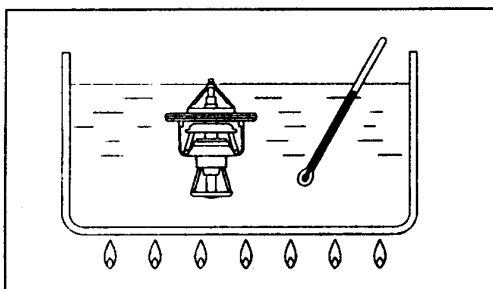

图 8-4
- (1) 容器中装满水,把节温器沉入水中,搅拌使水温升高,检查节温器的开阀温度是否为标准值(见图8-4)。标准值: $82 \pm 1.5^{\circ}\text{C}$